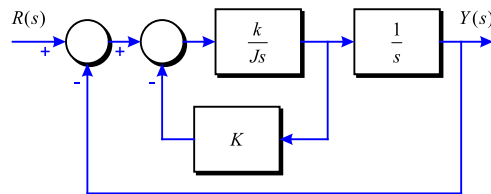

Figura 3-31
**Problema 86** Determineu els valors de  $K$  i  $k$  del sistema en llaç tancat de la Figura 3-31 per tal que el sobrepic màxim per a una entrada graó unitari sigui del 25% i el temps de pic sigui menor de 2 s. Supposeu  $J = 1 \text{ Kg}\cdot\text{m}^2$ .